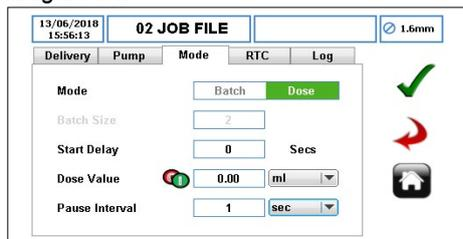

Figure 74 Sélectionner le mode Dose
- Une fois que vous avez sélectionné le mode « Dose/Série », sélectionnez le mode « Dose » comme indiqué à la *figure 74*.